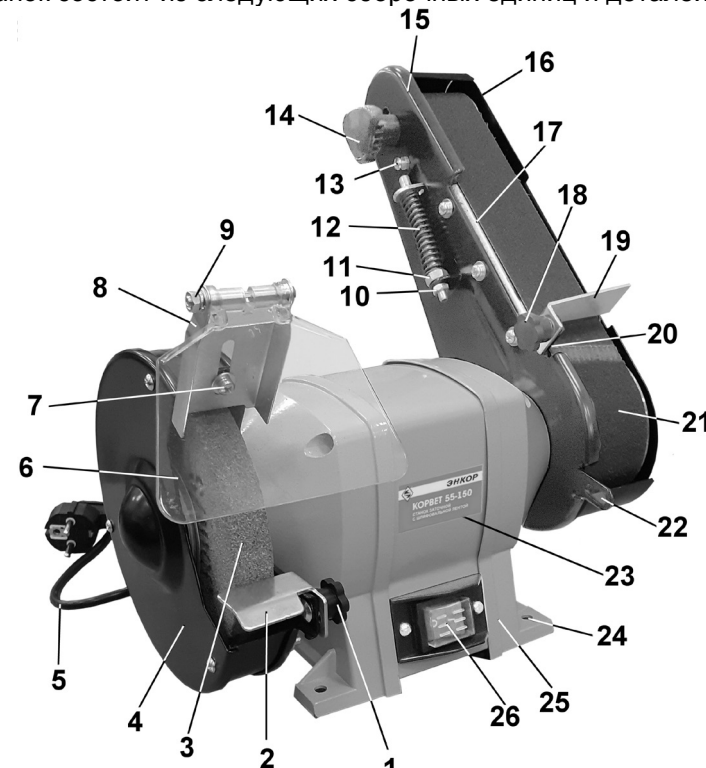

Рис. 2
11.2. Замена шлифовального круга (Рис. 2, 3)
Станок состоит из следующих сборочных единиц и деталей (Рис. 2):
8. СБОРКА И РЕГУЛИРОВКА (Рис. 2)
8.1.1. Установите подручник (2), используя элементы крепления, как показано на Рис. 2. Перед установкой подручника (2) установите на болт шайбу из комплекта поставки.
8.2.1. Установите защитный экран (6) в сборе со скобой (8), как показано на Рис. 2. Под шляпку винта (7) подложите шайбу, а под гайку - пружинную шайбу (гравер) из комплекта поставки.
8.3.1. Как показано на Рис. 2, упор (19) установите и закрепите на верхней проушине (20) или нижней проушине (22) внутреннего кожуха (15) ленточно-шлифовального узла. При установке между проушиной и упором (19) установите зубчатую шайбу.
8.3.2. Каждый раз после установки другой шлифовальной ленты (21) необходимо произвести регулировку положения упора (19) относительно шлифовальной ленты (21). Зазор между рабочей поверхностью шлифовального круга (3) и краем упора (19) должен быть меньше половины толщины обрабатываемой заготовки, но не более 2 мм.
Установите станок на ровной и устойчивой поверхности верстака и надёжно закрепите его через специальные отверстия (24), Рис. 2, с помощью болтовых соединений (не входят в комплект поставки).
10. ОСНОВНЫЕ ОПЕРАЦИИ, Рис. 2
10.1. Пуск станка (Рис. 2)
10.2. Заточка с помощью шлифовального круга (Рис. 2)
10.3. Шлифовальные работы с помощью шлифовальной ленты (Рис. 2)